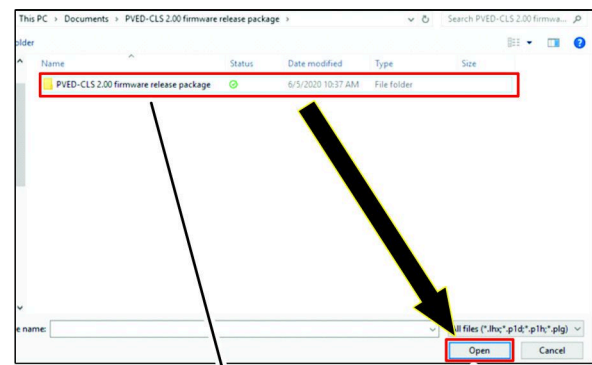

Bild 43
4. Navigieren Sie zur Datei PVED-CLS 2.00 firmware release package.zip, klicken Sie auf den Ordner PVED-CLS 2.00 firmware release package und klicken Sie auf das Symbol ÖFFNEN (Bild 43).